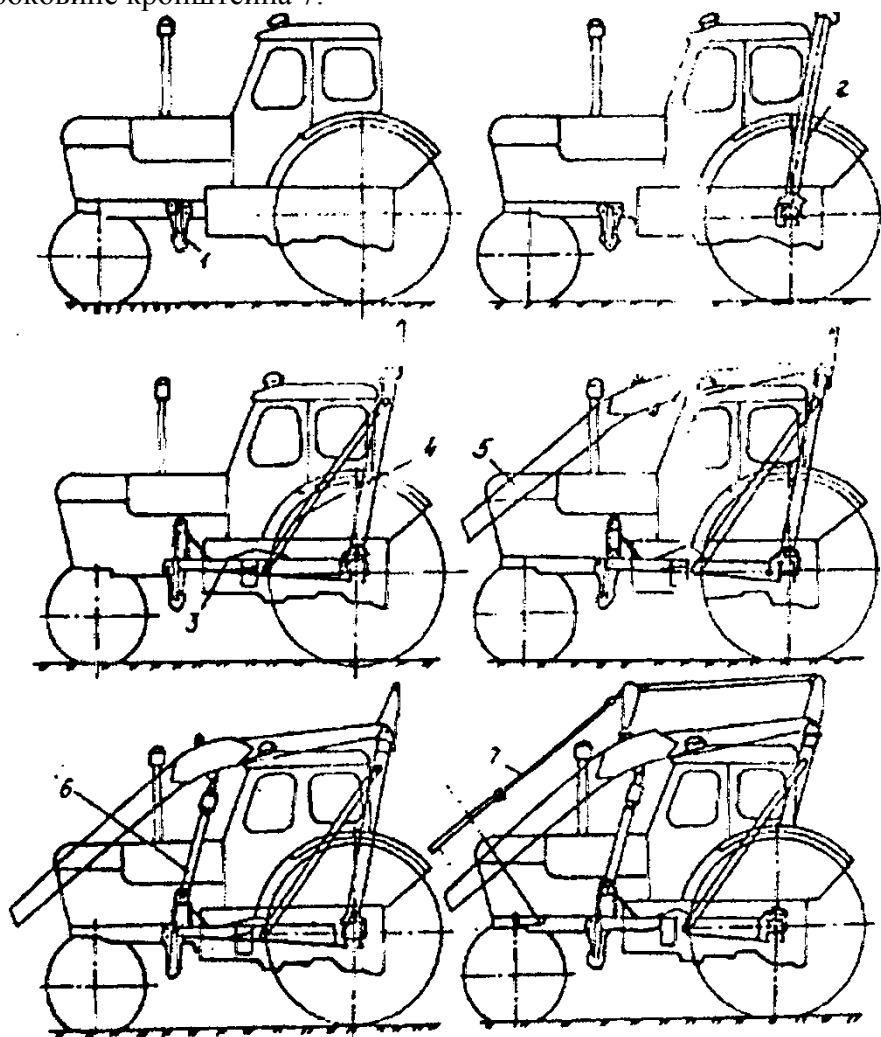

Рис. 14. Порядок сборки стогометателя:
3. Сборку производить в той же последовательности, которая описана в данном руководстве (рис. 14).